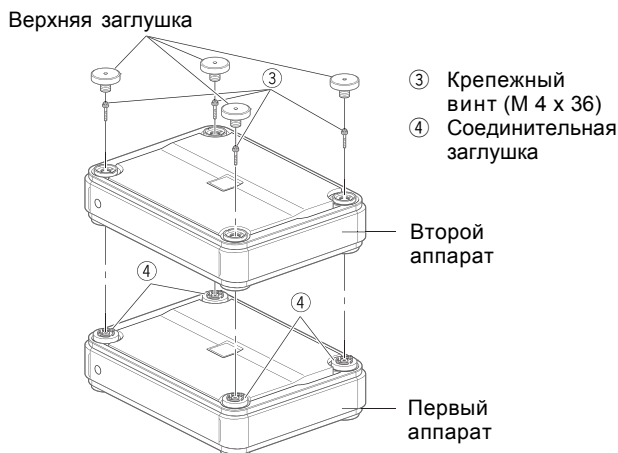

Рис. 4
5. Для соединения двух усилителей вставьте четыре крепежных винта (М 4 x 36, прилагаются) через верхнюю панель второго усилителя в четыре соединительных заглушки нижнего усилителя (см. рис. 4).